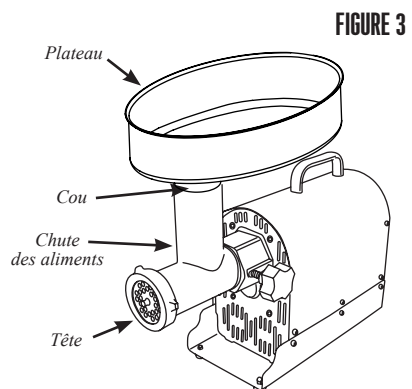

FIGURE 3
7. Insérer le col du plateau dans la chute d'aliments (**FIGURE 3**).
8. **NE JAMAIS** utiliser le hachoir sans le plateau bien fixé (**FIGURE 3**).